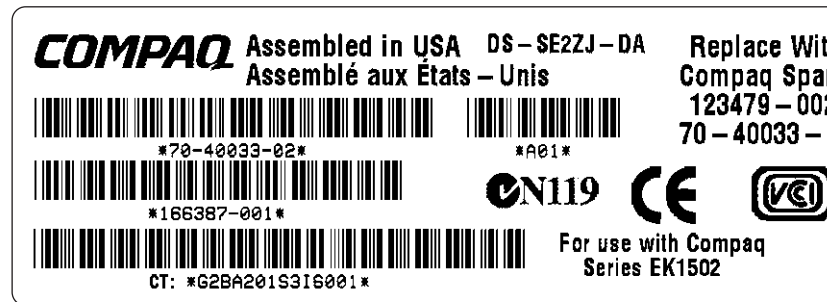

Figure 7-1. Étiquette de produit typique d'une unité remplaçable par l'utilisateur
Pour commander une unité remplaçable par l'utilisateur, vous devez mentionner la référence SAV Compaq figurant sur l'étiquette de produit de l'unité remplaçable par l'utilisateur (voir Figure 7-1). Les six premiers caractères identifient l'unité remplaçable par l'utilisateur. Les trois derniers définissent le niveau de révision.
2. Retirez l'unité de remplacement du conteneur antistatique. Vérifiez l'étiquette pour vous assurer que cette unité de remplacement est compatible (voir Figure 7-1).